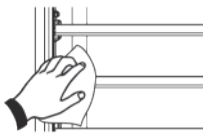

Fig. 2.
- Si hay residuos de agua o alimentos, saque todos los accesorios y limpie la cava usando un paño suave, humedecido con agua al clima y una pequeña cantidad de detergente líquido neutro (o con bicarbonato disuelto en agua 1 cucharadita por litro de agua). Enjuague perfectamente y seque. (Ver Fig.2).